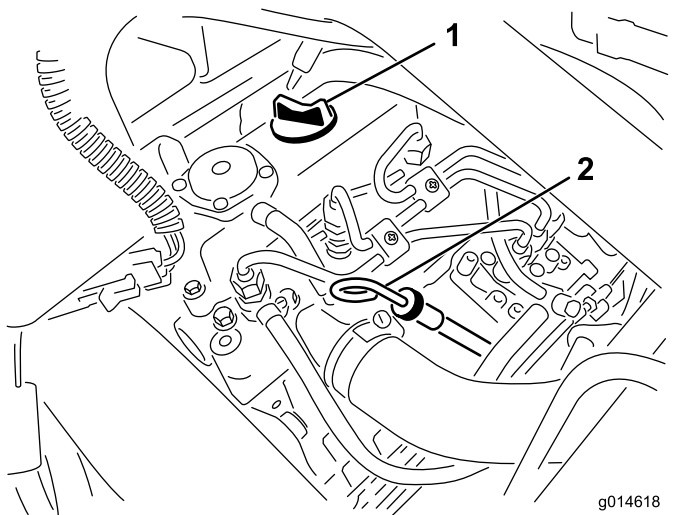

Bild 25
2. Nehmen Sie den Peilstab heraus und wischen Sie ihn mit einem sauberen Lappen ab (Bild 25).